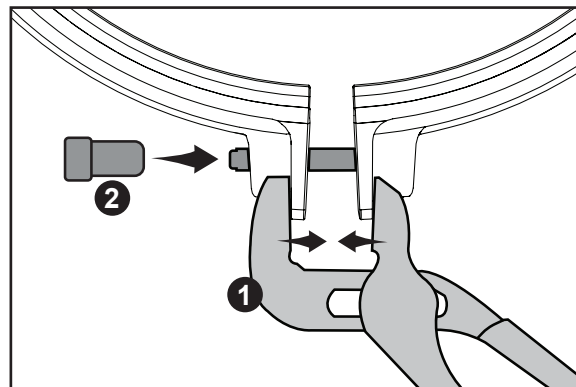

FIGURA 6
5. Mentre si comprime il morsetto con una *pinza a pappagallo* (1), iniziare ad avvitare il *dado del morsetto* (2) a mano. Si consulti **FIGURA 6**.